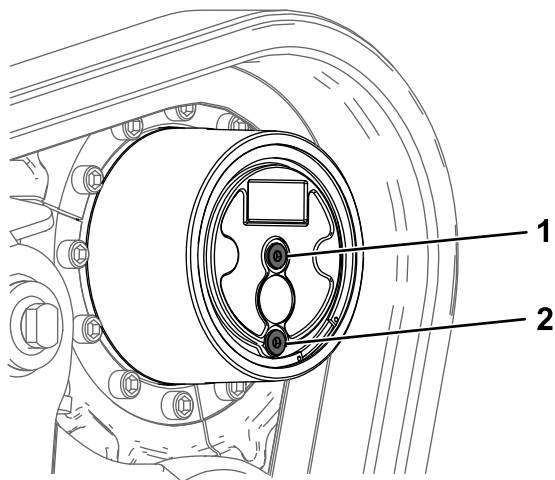

Рисунок 64
2. Припаркуйте машину на ровной горизонтальной поверхности так, чтобы пробка сливного отверстия была в положении «на 6 часов» (Рисунок 64), включите стояночный тормоз и опустите стрелы погрузчика.
5. Снимите пробку контрольного отверстия и пробку сливного отверстия и дайте трансмиссионному маслу стечь (Рисунок 64).
6. Установите пробку сливного отверстия (Рисунок 64).